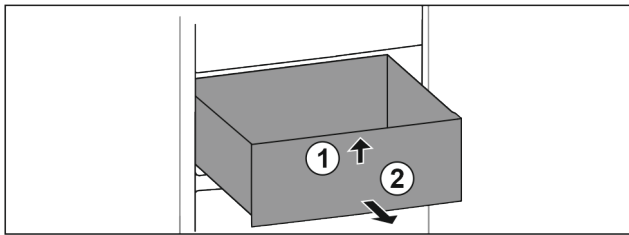

Fig. 32
- Schubfach vorne anheben. Fig. 32 (1)
- Schubfach nach vorne entnehmen. Fig. 32 (2)